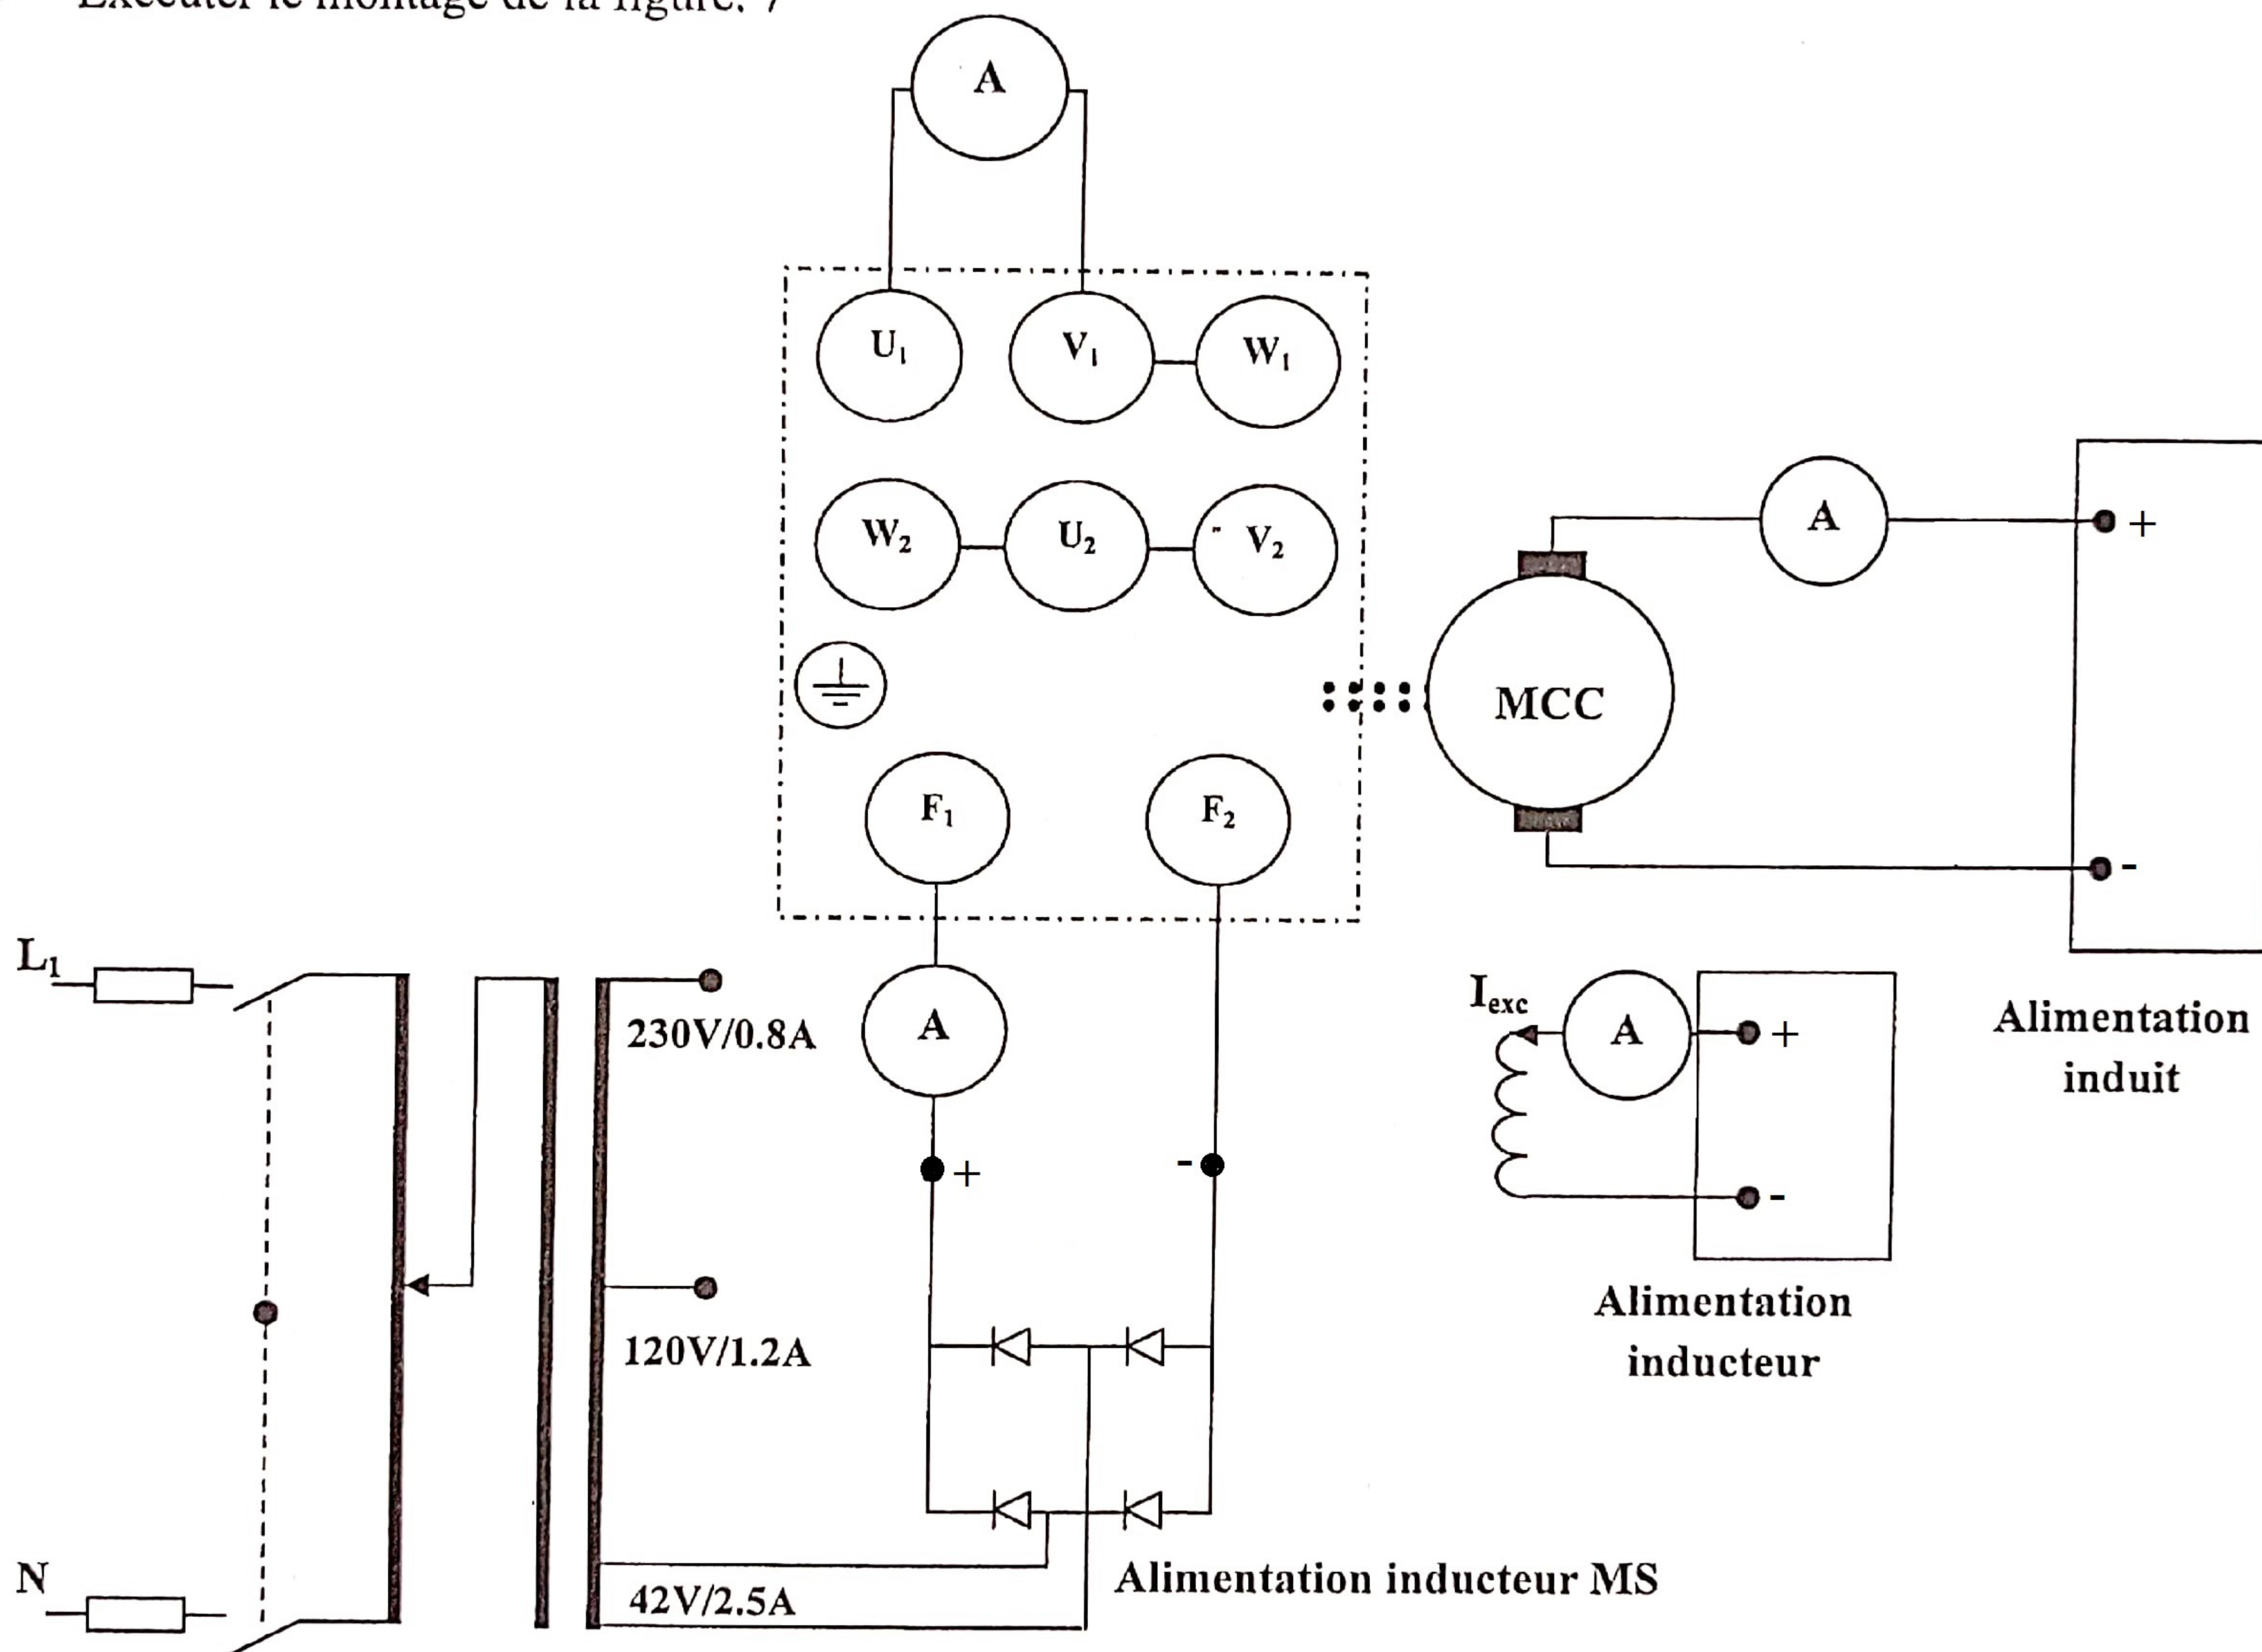

Fig. 7 : Montage de l'essai en CC
- ✓ Exécuter le montage de la figure. 7